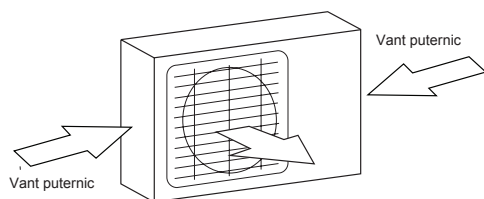

Fig. 5.1
- ✓ Daca locatia aleasa este expusa la vanturi puternice (de exemplu: langa malul marii), unitatea trebuie sa fie amplasata pe perete la adăpost de vant. Daca este necesar, utilizati o marchiză. (A se vedea fig. 5.1 și 5.2)